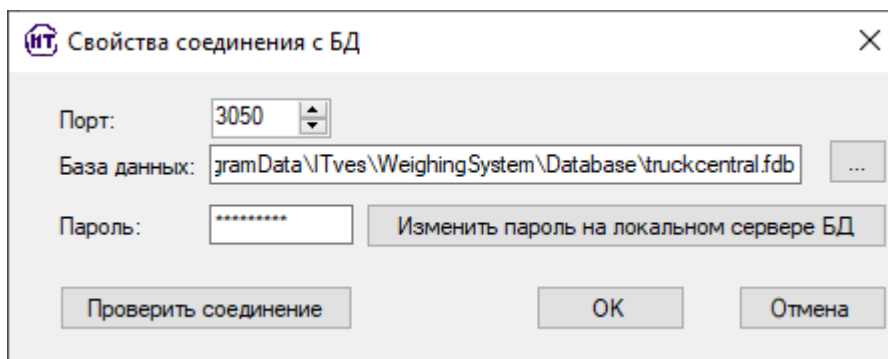

Рисунок 115 - Диалог свойства соединения с БД
- 1) «Соединение с центральной БД». При редактировании этой настройки вызывается окно «Свойства соединения с БД» (см. Рисунок 115). Для соединения с базой данных необходимо указать:
- Ввести параметры соединения с БД весов. При редактировании этого поля вызывается окно «Свойства соединения с БД» (см. Рисунок 115).
- Ввести параметры соединения с БД весов для фотографий. При редактировании этого поля вызывается окно «Свойства соединения с БД» (см. Рисунок 115).